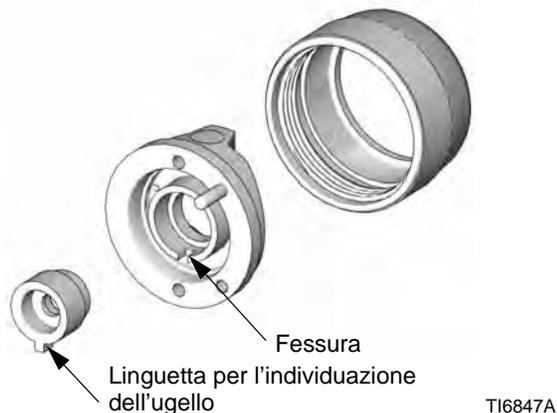

FIG. 5
Installare un nuovo ugello di spruzzatura nella pistola. Assicurarsi che la linguetta per la posizione dell'ugello sia posizionato nell'alloggiamento del tappo aria. Vedere FIG. 5. Serrare l'anello di ritenzione del tappo aria (6) fermamente a mano per assicurare una buona tenuta tra la guarnizione dell'ugello ed il corpo del diffusore (5).